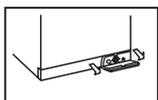

fig.8
1. Pressez avec la main et faites sauter le panneau de décoration inférieur (comme Figure 8) ;